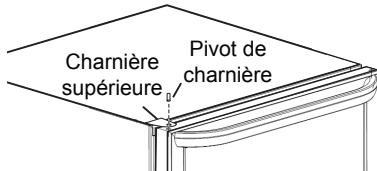

Figure 9
9. Placer le coin inférieur gauche de la porte sur la charnière inférieure, puis incliner le haut de la porte vers le bord dégagé de la charnière supérieure. Vérifier que la porte est de niveau et qu'elle ferme hermétiquement contre l'armoire, puis insérer le pivot de charnière dans le trou supérieur de la porte et dans la porte. Visser solidement avec un tournevis Phillips. (Voir Figure 9.)